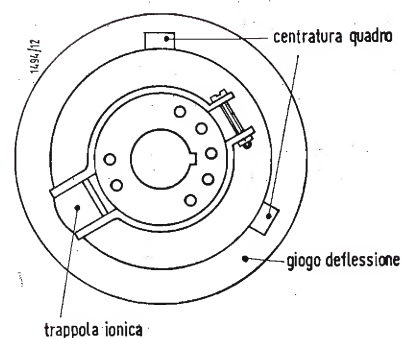
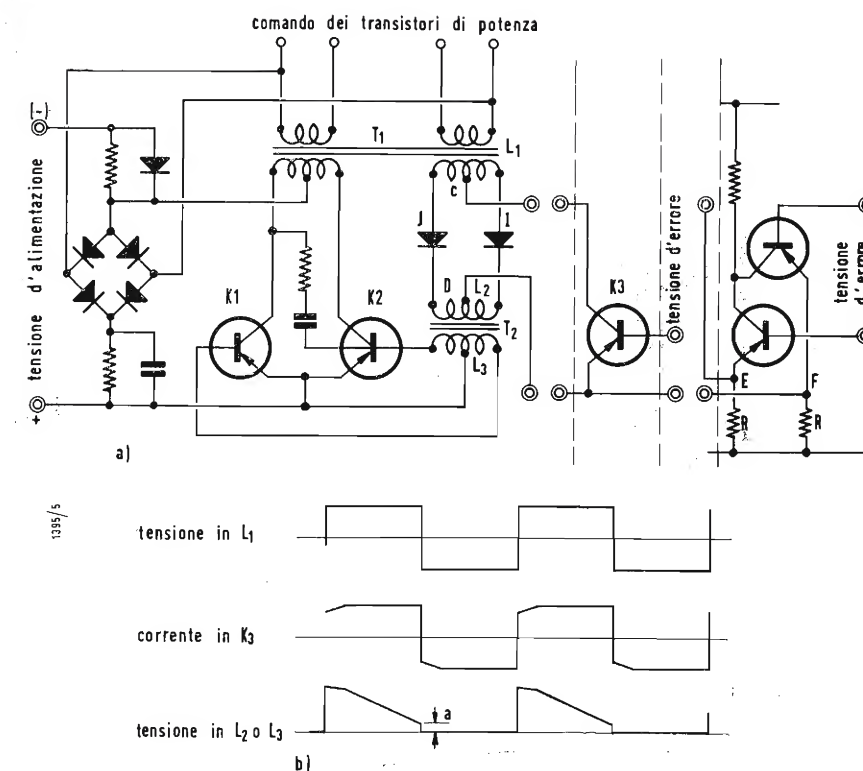

Fig. 2 - Comandi di centratura del quadro e di regolazione della trappola ionica.
Fig. 3 - Circuito dell'oscillatore pilota.
Collegare l'uscita dello *sweep*, con in serie un condensatore da 4700 pF, alla griglia controllo della PCL84 (piedino 8). Collegare il rivelatore di fig. 2 b fra il catodo del cinescopio (piedino 11) e la massa. Lo *sweep* deve essere posto su 5,5 MHz con deviazione 10 MHz ed il *marker* su 5,5 MHz. Regolare il nucleo della bobina di filtro audio *L* (nucleo inferiore fino ad ottenere un avallamento simile a quello di fig. 3.
*Sweep* con in serie la capacità di cui sopra alla griglia controllo della valvola PCL84 (piedino 8). Rivelatore (fig. 2 *b*) tra la placca della ECH81 (piedino 6) e la massa. *Sweep* su 5,5 MHz con deviazione di 1 MHz. *Marker* su 5,5 MHz. Regolare il nucleo della MF audio *L*, nucleo superiore, fino ad ottenere una figura simile a quella di fig. 4. *Oscilloscopio* collegato fra la R100 e R74k, nel circuito della  $V_{sa}$ , al quale fa capo il condensatore da 500. Regolare il discriminatore *D* (nucleo inferiore) fino ad ottenere il bilanciamento della curva e regolare il primario (nucleo superiore) fino ad ottenere la massima ampiezza